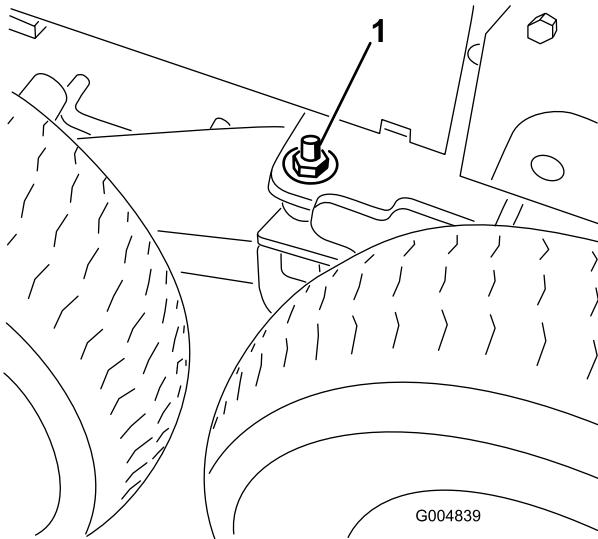

Рисунок 75
7. Отверните контргайку $1/2$ дюйма и снимите плоскую шайбу с левого и правого приваренных осей поворота тележки, чтобы разблокировать ось поворота (Рисунок 75).
11. Опустите напольный домкрат так, чтобы сварной узел оси поворота тележки переместился на достаточное расстояние для того, чтобы можно было установить плоскую шайбу $1/2$ дюйма и контргайку на резьбовую шпильку и завернуть рукой с обеих сторон машины (Рисунок 75).